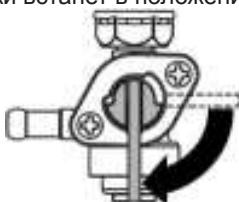

Рис. 9 Топливный кран открыт
- Откройте топливный кран Рис. 9.